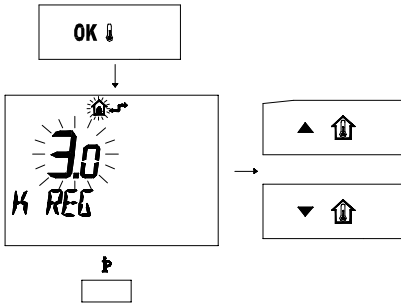

fig. 5.33
- Premere il pulsante **OK**  per arrivare alla finestra **K REG** (fig. 5.33)
- Premere il pulsante  per uscire dalla modalità **I NFO**. (fig. 5.33)